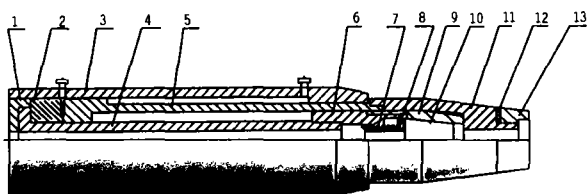

图1 YDC240QX 千斤顶构造示意图
(1) 根据所需张拉的钢绞线规格选择不同的工具夹片(10)、垫圈(12)等配件(如图1)。具体选配如下:
① 当后张 $\phi 15.2$ 或 $\phi 15.7$ 规格的钢绞线时,如图1所示,选用支撑套螺母(13)及选用端部印有“5”字的工具夹片(10)、支撑套(11),并在支撑套和支撑套螺母间垫上标记为“B”垫圈(12);
② 当后张 $\phi 12.7$ 或 $\phi 12.9$ 规格的钢绞线时,选用支撑套螺母(13)及选用端部印有“3”字的工具夹片(10)、支撑套(11),并在支撑套和支撑套螺母间取下垫圈(12)。
① 当张拉 $\phi 15.2$ 或 $\phi 15.7$ 规格的钢绞线时,如图1所示,选用端部印有“5”字的工具夹片(10),并在支撑套(11)和支撑套螺母(13)间装上标记为“A”的垫圈(12);
② 当张拉 $\phi 12.7$ 或 $\phi 12.9$ 规格的钢绞线时,除选用印有“3”字的工具夹片和标记为“C”的垫圈外,其余同上。
① 当先张 $\phi 15.2$ 或 $\phi 15.7$ 规格的钢绞线时,如图1所示,选用端部印有“5”字的工具夹片(10),取下支撑套(11)、支撑套螺母(13)及垫圈(12);
①当后张 $\phi 15.2$ 或 $\phi 15.7$ 规格的钢绞线时, 除将图 1 中的支撑套螺母 (13) 换为群锚限位螺母外, 其余按图 1 安装并与上述 (a) 相同;
②当后张 $\phi 12.7$ 或 $\phi 12.9$ 规格的钢绞线时, 除按图 1 安装并与上述 (a) 相同外, 还需配用相应的工作限位板方能张拉。
③当用于 OVM15A 二代锚具时, 选用打有“A”的群锚限位螺母。